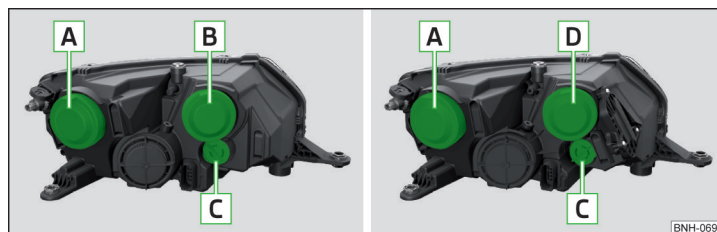

Abb. 275 Linker Frontscheinwerfer: Halogen-Scheinwerfer / Halogen-Scheinwerfer mit LED-Tagfahrlicht
Glühlampenordnung » Abb. 275
- › Die Schutzkappe **B** » Abb. 275 auf Seite 247 abnehmen.
- › Die Schutzkappe **B** » Abb. 275 auf Seite 247 einsetzen.
- › Die Schutzkappe **A** » Abb. 275 auf Seite 247 abnehmen.
- › Die Schutzkappe **A** » Abb. 275 auf Seite 247 einsetzen.
- Die Schutzkappe **D** » Abb. 275 auf Seite 247 abnehmen.
- Die Schutzkappe **D** » Abb. 275 auf Seite 247 einsetzen.